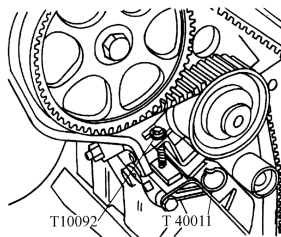

图 1-128 将 T10092 拧入
3) 将 T10092 拧入同步带张紧器, 如图 1-128 所示。有时在张紧高压活塞前须用尖嘴钳子或钢丝校正 (活塞上的孔与壳体上孔应对齐)。